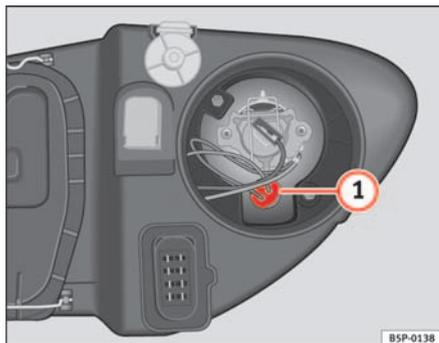

Fig. 180 Luci di posizione
- Estrarre il portalampane ⇒ fig. 180 ① verso l'esterno.